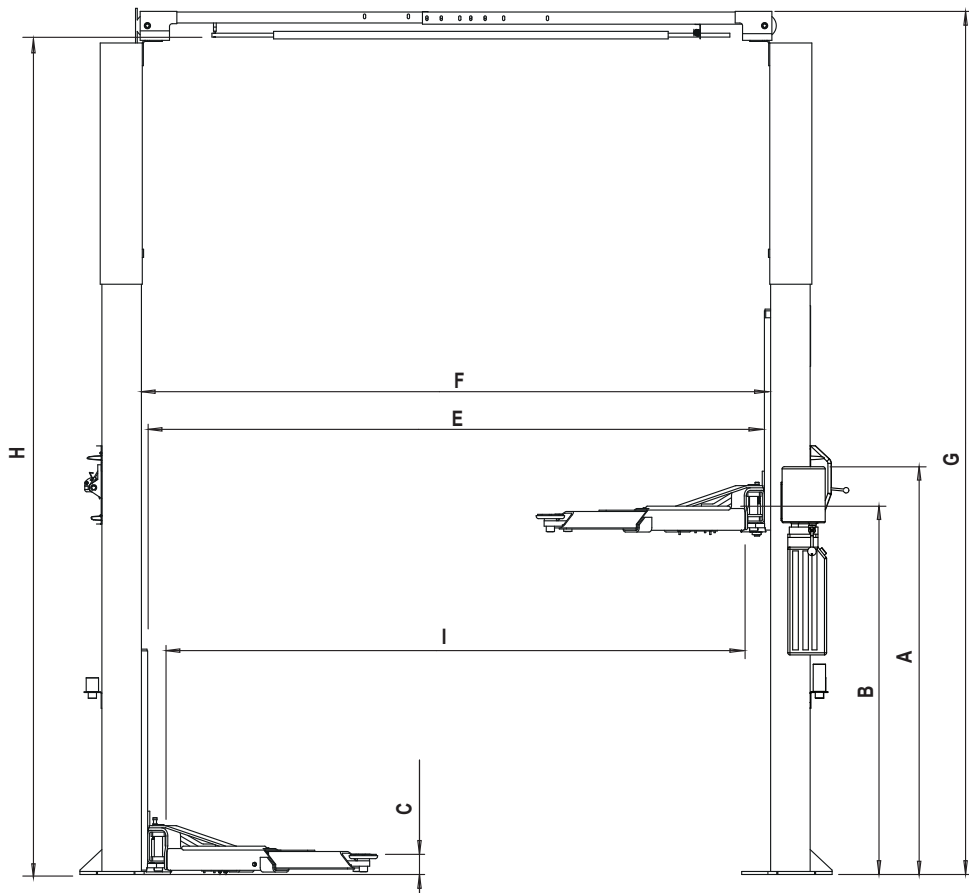
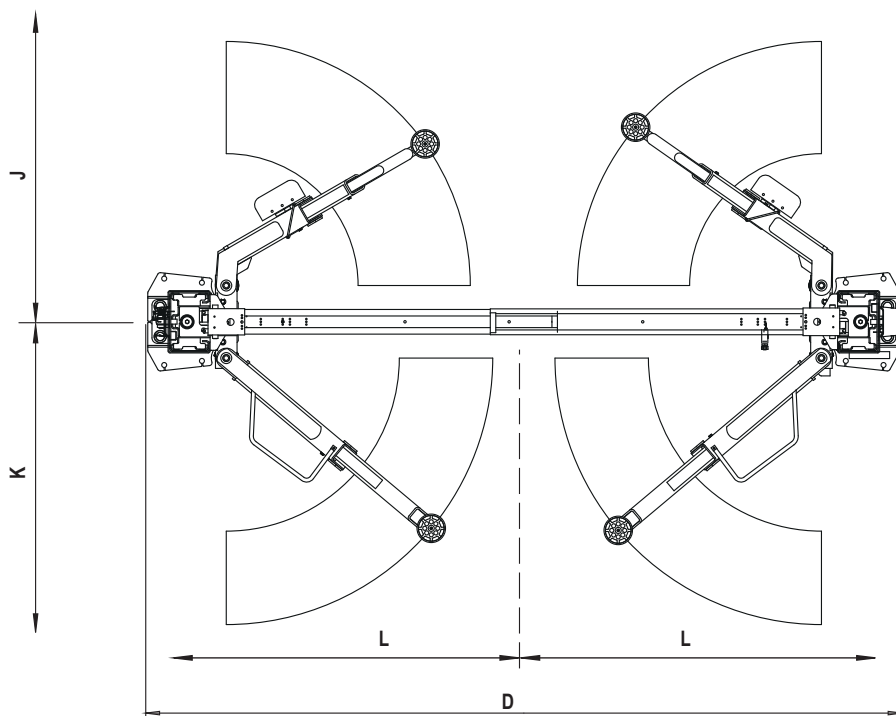

Fig. 2a
Fig. 2b
1. **Posizionamento del sollevatore:** Se disponibile, consultare il piano architettonico dell'edificio per definire la posizione del sollevatore. Le Fig. 2a e Fig. 2b riportano le dimensioni del layout di un vano tipico.